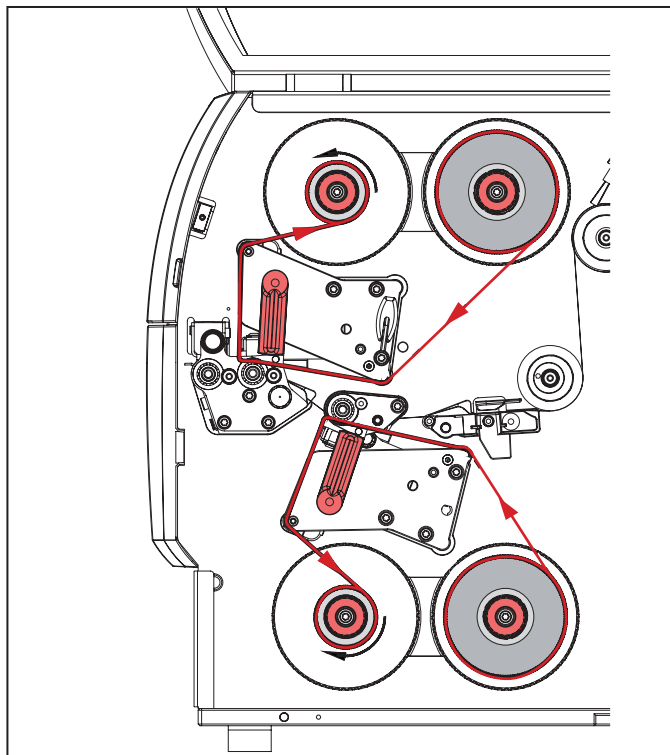

Bild 6.8 Transferfolienlauf
- Drehen Sie den Hebel (6) gegen den Uhrzeigersinn, um den oberen Druckkopf zu entriegeln.
- Schieben Sie die Transferfolienrolle (1) so auf den Abwickler (2), dass die Farbbeschichtung der Folie beim Abwickeln nach unten zeigt.
- Positionieren Sie die Transferfolienrolle (1) so auf dem Abwickler, dass die Skalenwerte an beiden Seiten der Rolle identisch sind.
- Halten Sie den Abwickler (2) fest und drehen Sie den Drehknopf am Abwickler (3) gegen den Uhrzeigersinn, bis die Transferfolienrolle fixiert ist.
- Schieben Sie einen geeigneten Transferfolienkern (4) auf den Transferfolienaufwickler (5) und fixieren Sie ihn in gleicher Weise.
- Führen Sie die Transferfolie durch die Druckbaugruppe, siehe Bild 6.8.
- Fixieren Sie den Anfang der Transferfolie mit einem Klebestreifen am Transferfolienkern (4). Beachten Sie dabei die Rotationsrichtung des Transferfolienaufwicklers entgegen dem Uhrzeigersinn.
- Drehen Sie den Transferfolienaufwickler (5) gegen den Uhrzeigersinn, um den Transferfolienlauf zu glätten.
- Drehen Sie den Hebel (6) im Uhrzeigersinn, um den Druckkopf zu verriegeln.
- Falls Sie das Material beidseitig bedrucken wollen, legen Sie in derselben Weise eine Transferfolienrolle in die untere Druckeinheit (7) ein.